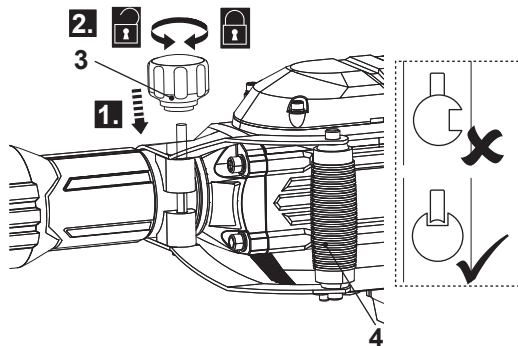

Fig. 3
- > Alignez et vissez la molette de réglage (3) sur le boulon.
- > Réglez la poignée auxiliaire (4) jusqu'à la position de travail souhaitée, afin de pouvoir tenir le produit en toute sécurité pendant l'intervention.
- > Serrez la molette de réglage (3) pour sécuriser la poignée auxiliaire (4) dans la position choisie (Fig 3)